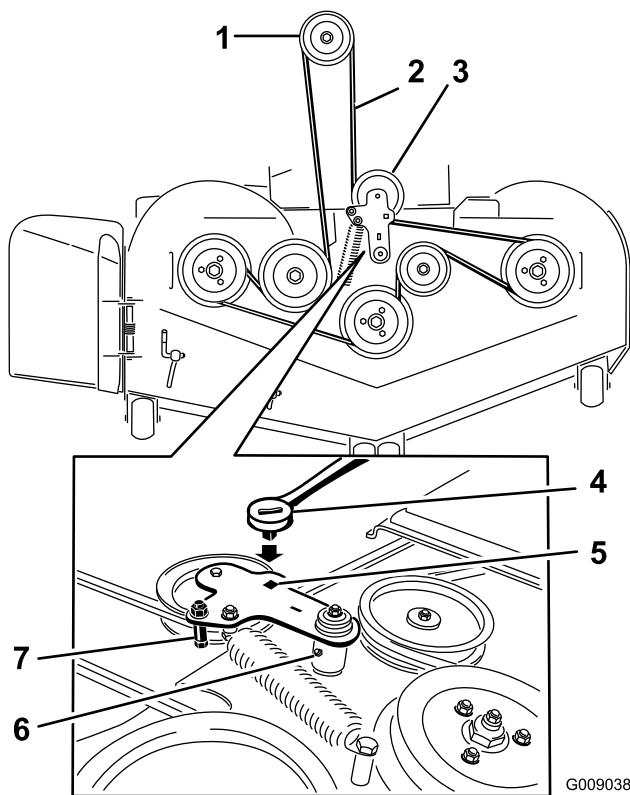

Figura 81
7. Utilice una llave de carraca en el taladro cuadrado del brazo tensor para aliviar la tensión del muelle tensor (Figura 81).
9. Retire la guía de la correa del brazo tensor tensado con muelle según lo ilustrado en Figura 81.
11. Pase la correa nueva alrededor de las poleas del cortacésped y de la polea del embrague, debajo del motor (Figura 81).
12. Instale la guía de la correa en el brazo tensor según se muestra en Figura 81.
13. Utilizando la llave de carraca en el taladro cuadrado, instale el muelle tensor (Figura 81).